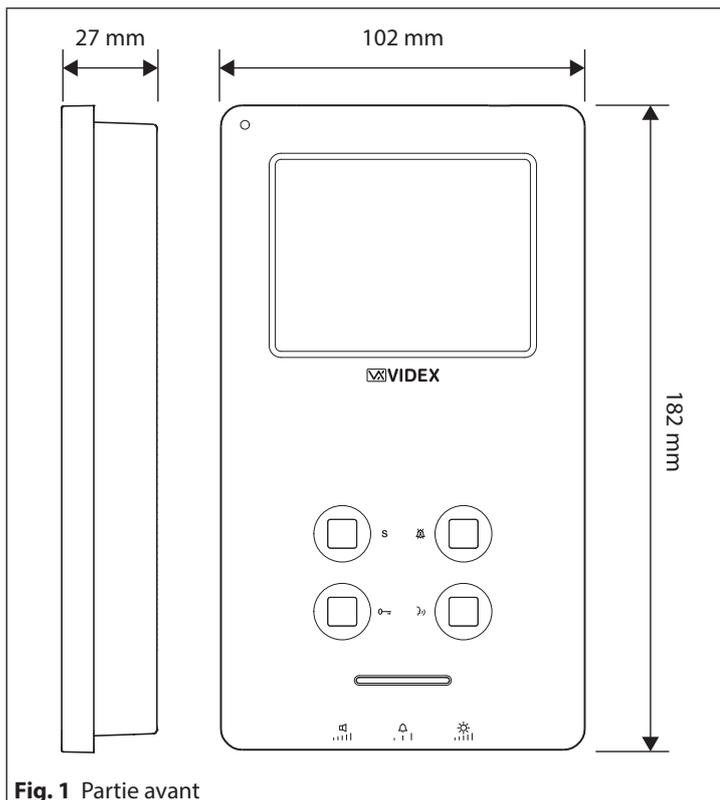
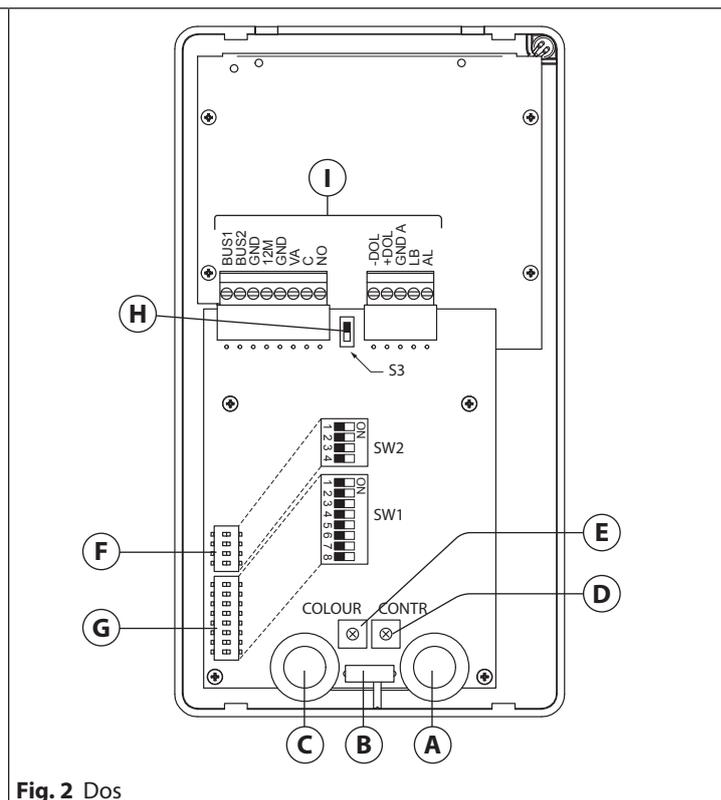

Fig. 1 Partie avant
Fig. 2 Dos
1. Poser le boîtier de surface au mur (il doit y avoir 165-170 cm entre la partie haute du boîtier et le terrain, comme illustré sur la Fig. 1) et prendre les références pour les trous de fixation en tenant compte que le groupe de fils (E) (Fig. 2) doit traverser le trou (D) (Fig. 2) du boîtier de surface. Si le sens du boîtier n'est pas indiqué, la charnière doit être à gauche :
2. Comme illustré sur la Fig. 2, réaliser les trous de fixation (A), insérer à l'intérieur des trous les stops (B) et, faisant passer les câbles de raccordement (E) à travers le trou (D), fixer le boîtier de surface au mur en utilisant les vis (F) ;
1. Après avoir bien protégé les trous de fixation du support modules, murer le boîtier encastrable (laisser 165-170 cm entre la partie haute du boîtier et le terrain) en faisant passer le groupe de fils (E) (Fig. 2) à travers l'un des trous (précédemment ouvert) sur le fond du boîtier. Si le sens du boîtier n'est pas indiqué au fond du boîtier, la charnière doit rester à gauche ; Faire attention à ce que le boîtier soit bien muré à fleur du mur fini ;